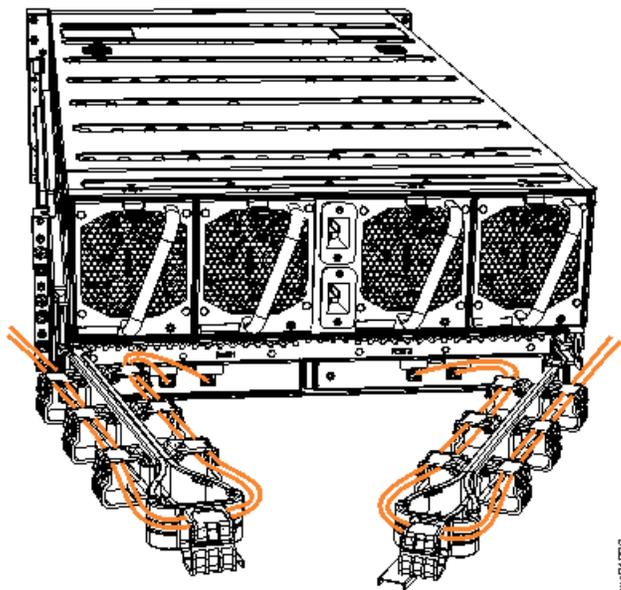

図 48. ケーブル・マネジメント・アームを通して配線された SAS ケーブルの例
8. ケーブル・マネジメント・アームを通して SAS ケーブルを配線します (64 ページの図 48 を参照)。